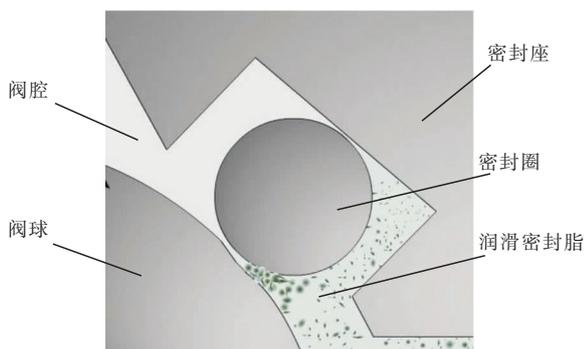

图 1 润滑密封脂堵漏原理
① 利用阀位观察孔观察或手动检查阀门是否能全开到位或全关到位,如阀门不能全开到位或全关到位,则通过调整手动限位或电动头限位(如果有),适当调整阀门的全开位置和全关位置,观察阀门是否存在内漏。
② 若阀门均已开关到位,还存在内漏,则用手动注脂枪,通过阀门的各个注脂嘴均匀缓慢地注入规定数量的阀门清洗剂。每加注一次清洗剂,将清洗剂保留在阀体内 30 min 以上,并将阀门开关操作一次,使阀门清洗剂通过阀座尽可能涂到球面上。这样有助于清除阀体内的杂质,可消除由于密封圈与球阀间存在杂质引起的内漏。
③ 若经多次注入清洗剂后,阀门仍存在内漏,则可在阀门处于全开或全关状态下(带导流泄压孔的阀门只可在全关状态下),通过阀门的注脂嘴均匀地注入润滑脂(如 80 号润滑脂)。对阀门注入适量的润滑脂后,将阀门开关几次,如不允许关闭,则每次开关 $30^{\circ} \sim 50^{\circ}$,使润滑脂充分与球阀及密封圈接触,以冲洗密封圈的杂质并形成油膜,减小摩擦阻力。
④ 检查阀门是否内漏,若仍然内漏,则可在阀门处于全关状态下,通过阀门的注脂嘴均匀地注入润滑密封脂(如 911 润滑密封脂)。对于微漏的阀门润滑密封脂效果比较好,润滑密封脂中含有微小的颗粒,在管道介质的作用下,微小颗粒聚集在微小泄漏处(如球阀的轻微划痕处),堵住泄漏通道(堵漏原理见图 1),达到密封的目的。